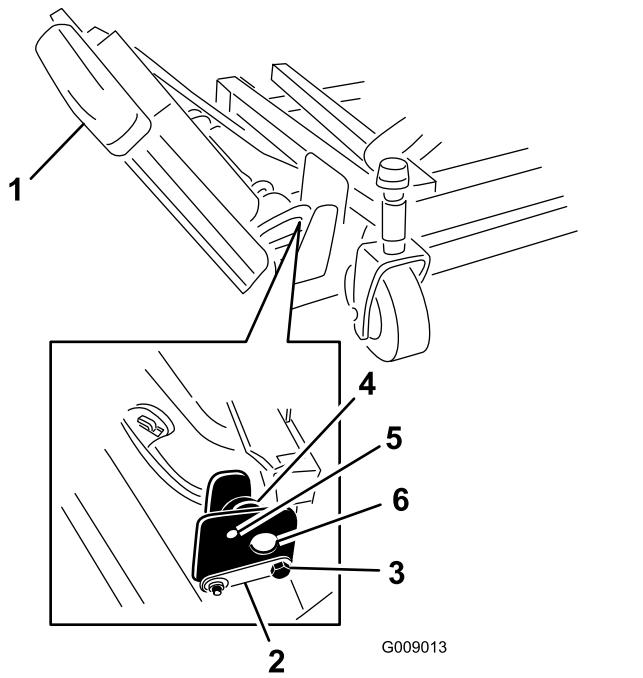

Figure 3
- Retirez les écrous qui fixent les boulons d'arrêt avant et arrière aux supports de l'ailette droite du plateau avant (Figure 3).
- Supportez l'ailette droite et retirez les boulons d'arrêt avant et arrière des supports du plateau (Figure 3).